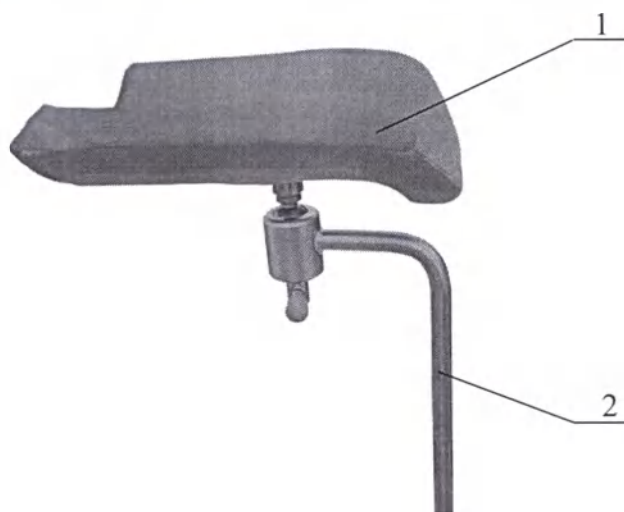

Рисунок 5. Чехол для держателя ноги по Гепелю.
5. Чехол для держателя ноги по Гепелю (Рисунок 5). Надевается на подушку держателя.